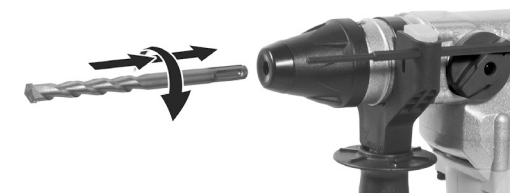

Fig. 2 – Dibujo demostrativo para instalación del accesorio
- El ROTO-MARTILLO PERFORADOR/ROMPEDOR MPV 840 VONDER es equipado con mandril SDS PLUS (1), asegurando una transferencia de energía altamente eficiente del equipo para el accesorio. Es protegido contra la entrada de polvo y permite una rápida sustitución del accesorio, sin el uso de llaves o herramientas adicionales. Cerciórese siempre de que el equipo esté apagado y con el enchufe fuera de la toma de corriente antes de instalar o extraer el accesorio.
- Encaje el accesorio en el enganche del equipo, gire y empujelo para dentro del enganche hasta trabar automáticamente. Tire el accesorio para tener certeza de que está trabado, Fig. 2.